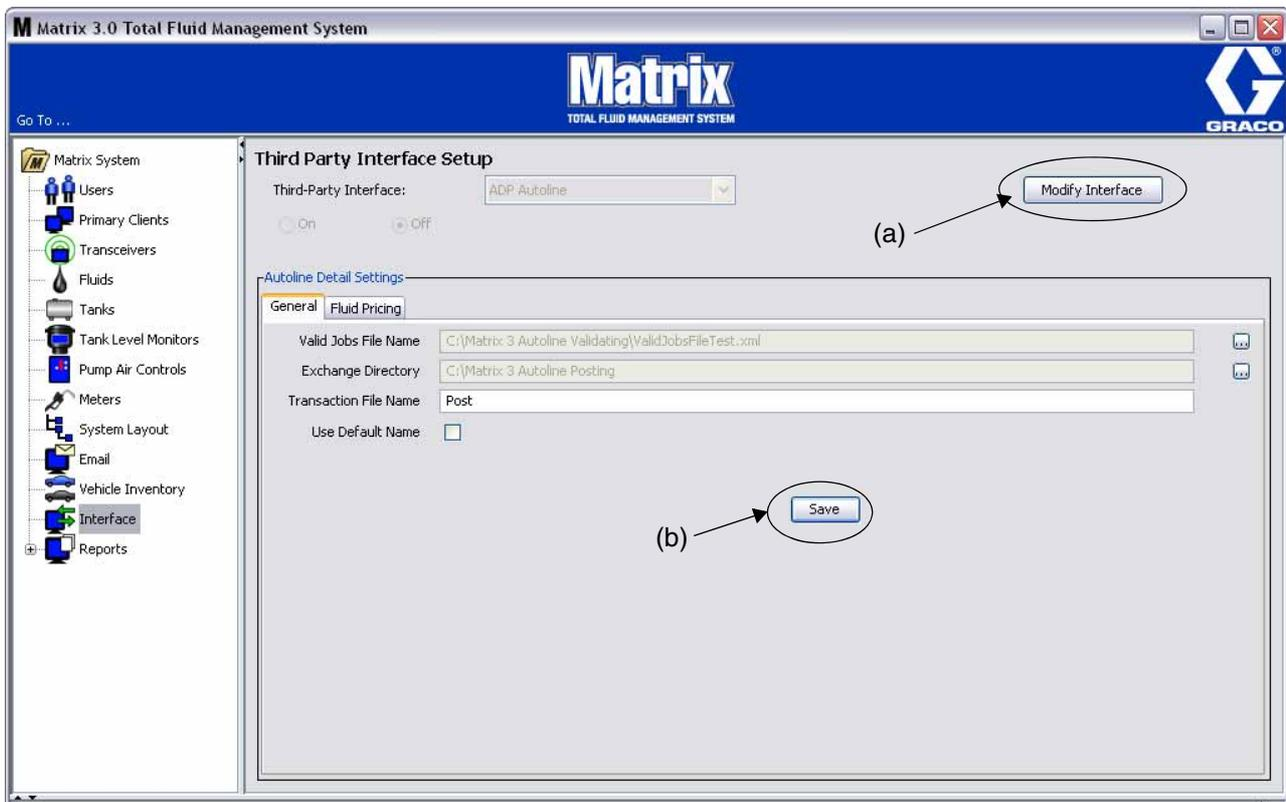
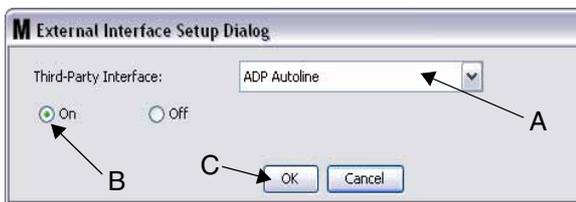

ABB. 1
ABB. 3 Installationsdialog für externe Schnittstelle
- **Schaltfläche Schnittstelle modifizieren (a):** Das Klicken der Schaltfläche ruft das Dialogfenster zum Einrichten der externen Schnittstelle auf, gezeigt in ABB. 3, Seite 5. Dieses Dialogfenster dient dazu, die von Ihnen genutzte Fremdschnittstelle anzugeben.
1. Klicken Sie auf die Schaltfläche **Schnittstelle ändern** (b) (ABB. 1). Das Dialogfenster „Einrichten einer externen Schnittstelle“ aus ABB. 3 wird aufgerufen. Dieses Dialogfenster dient dazu, die von Ihnen genutzte Fremdschnittstelle anzugeben.
2. Wählen Sie die Autoline-Schnittstelle aus dem Dropdown-Menü (A - ABB. 3) aus.
3. Klicken Sie auf „**EIN**“ (B - ABB. 3). „Fremdschnittstelle“ ermöglicht es Matrix, die Fremdschnittstelle zu benutzen.
4. Klicken Sie auf **OK** (C - ABB. 3), um das Fenster zu schließen und Ihre Auswahl zu bestätigen.